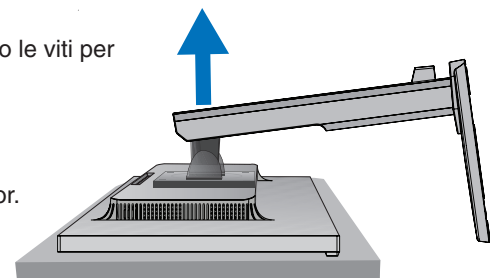

Figura S.2
5. Rimuovere il supporto del monitor (**Figura S.2**).